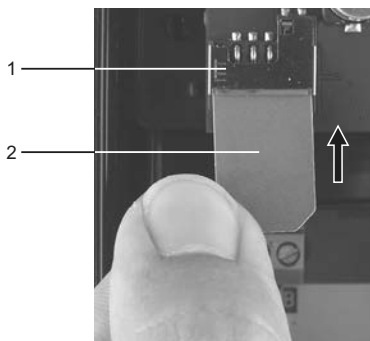

Рис. 5 Установка SIM-карты
- См. рис. 5.
Скошенный угол SIM-карты должен быть направлен вниз. См. рис. 5.